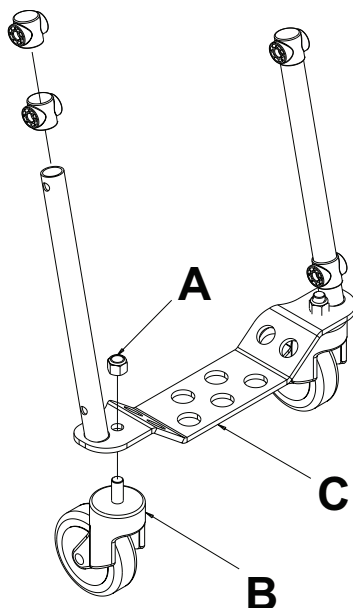

Figure 22 – Retrait de la roulette
2. À l'aide d'une clé mixte de 3/4 po et d'une clé hexagonale de 3/8 po avec extrémité sphérique, retirer l'écrou hexagonal Nylock (A) qui permet de fixer l'ensemble de roulette (B) à la section pieds (C) (Figure 22). Jeter la roulette et l'écrou.